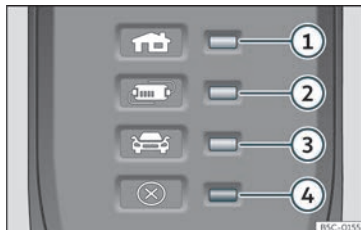

Fig. 208 No cabo de carregamento para tomadas de corrente: Luzes de controlo do dispositivo de proteção.
»» Fig. 208:
O dispositivo de proteção eletrónico »» **Fig. 208** faz com que o conector de carregamento permaneça sem corrente até se ligar na tomada de carregamento do veículo.
Uma ou várias luzes de controlo >>> **Fig. 208**
Indicação >>> Fig. 208	Significado
Se a luz de advertência ④ vermelha piscar ou acender sem que se acenda por sua vez de forma permanente uma luz de controlo >>> **Fig. 208** ①, ② ou ③ o indicador de funcionamento, há uma avaria.